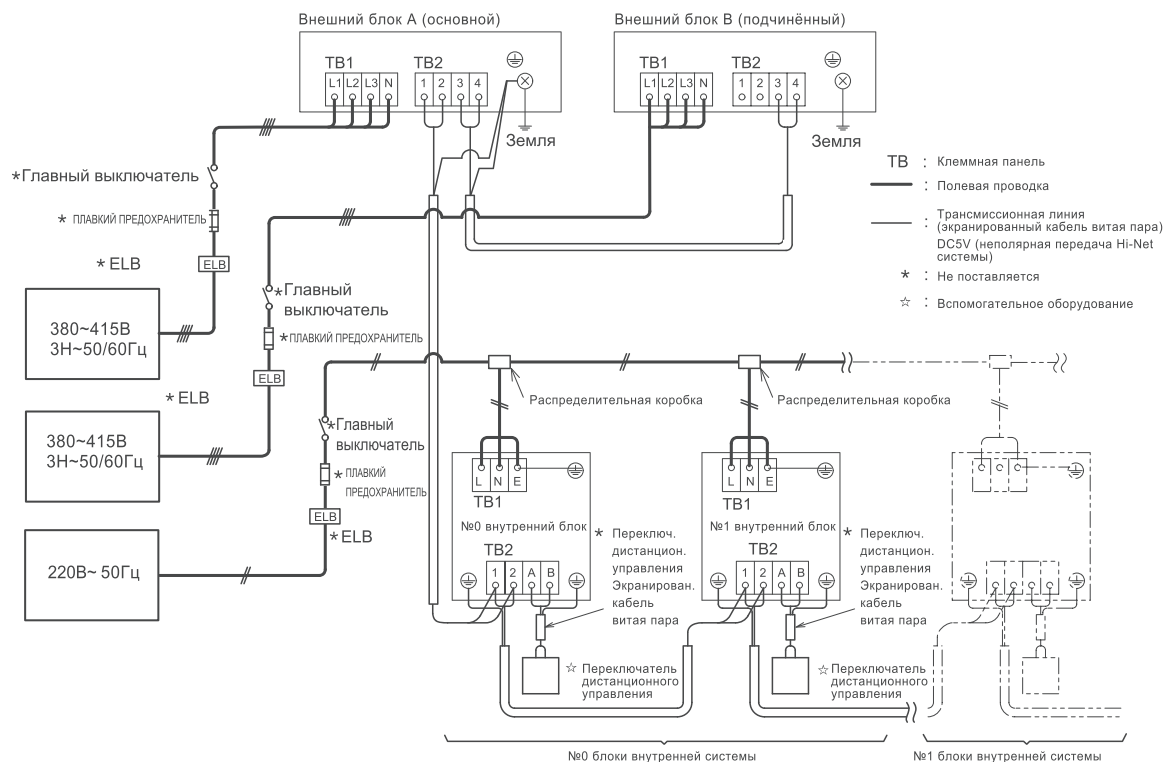

Рис. 6.2 Инструкция к соединению электропроводки
- (1) Подключите проводку питания к каждому внешнему блоку. Подключите ELB, CB и главный выключатель (S) к каждому внешнему блоку.
- (2) Подключите проводку питания к каждой группе внутренних блоков к тому же внешнему блоку. Подключите ELB, CB и главный выключатель (S) к каждой группе внутренних блоков.
- (3) Подключите трансмиссионную проводку между внутренними и внешними блоками, как показано на рис. 6.2
- (4) Подключите трансмиссионную проводку в один холодильный цикл блока. (В случае, если трубопровод хладагента внутреннего блока подключен к внешнему блоку, подключите трансмиссионную проводку к одному внутреннему блоку. Подключение трубопровода хладагента и трансмиссионной проводки к разным системам холодильного цикла может привести к неисправности в работе.
- (5) Для трансмиссионной проводки используйте 2-жильный электропровод, например экранированный кабель витой пары. (Не используйте 3 и более жильный провод.)
- (6) Используйте тот же тип кабелей для Hi-Net-системы того же холодильного цикла.
- (7) Трансмиссионную проводку необходимо отделить от проводки питания. Сохраняйте расстояние не менее 5см между трансмиссионной проводкой и проводкой питания, а также не менее 1,5м между трансмиссионной проводкой и проводкой питания других электрических устройств. Если вышеуказанное не обеспечивается, вложите проводку питания в металлический трубопровод, чтобы отделить от другой проводки.
- (8) Подключите следующую трансмиссионную проводку к клеммам TB2 1 и 2 внешнего блока А (основного модуля).
- (9) Не подключайте проводку питания к клеммной панели для трансмиссионной проводки (TB2). Возможно повреждение платы печатной схемы.
- (10) Подсоедините провода заземления внешнему/внутреннему. Работа с проводом заземления при условии 100 (макс.) сопротивления земли должна проводиться исключительно квалифицированным персоналом.